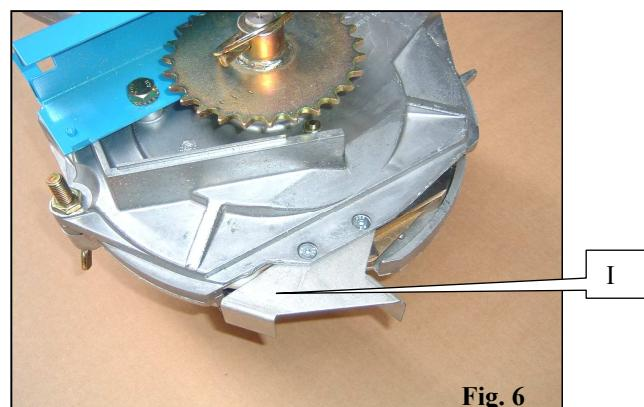

Fig. 6
- Sur semoir NG+ et NX (à partir de 2006), enlever le couvercle du boîtier A (fig.1) et la distribution. Retirer la tôle de protection I (Fig. 6) fixée sur le boîtier.
- On NG+ and NX seeders (from 2006), remove the unit's cover A and the feed mechanism. Remove the protective metal plate I (Fig. 6) mounted on the unit.
- **Bei einer NG+ oder NX-Sämaschine (ab 2006):** Nehmen Sie den Deckel des Gehäuses A (Abb.1) und das Säsystem ab. Entfernen Sie das Schutzblech I (Abb. 6), das auf dem Gehäuse befestigt ist.